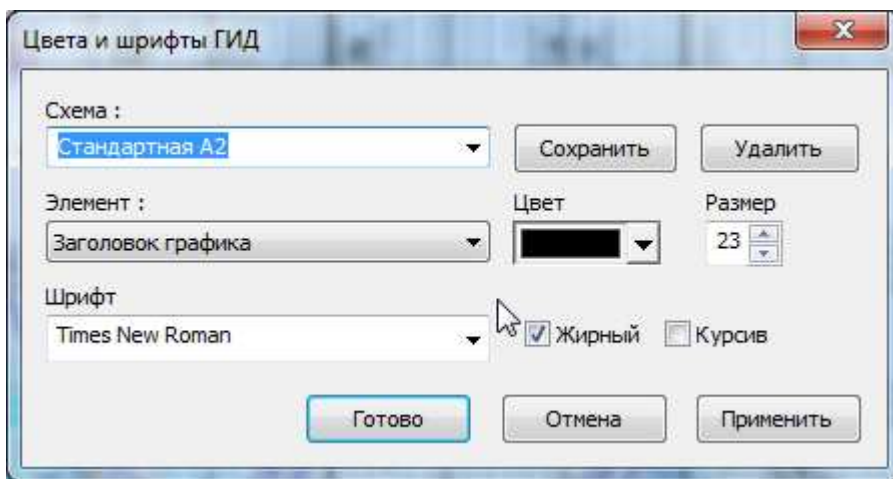

Рис.123. Окно настройки цветов и шрифтов ГИД для печати
3. При необходимости нажав на кнопку «Цветовая схема» выбрать Схему для печати ГИД В окне Цвета и шрифты ГИД (см. рис.123). Схема для печати подготавливается и настраивается Администратором. Подробно работа с этим окном описана в п.8.2.